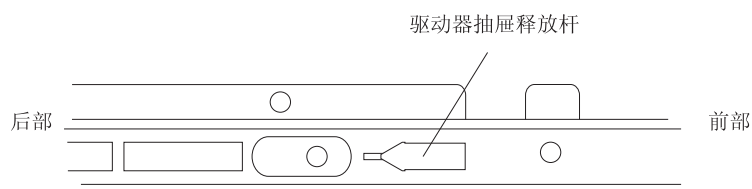

图 88. 驱动器抽屉一侧的驱动器抽屉释放杆
- 将驱动器抽屉两侧的驱动器抽屉释放杆 (请参阅图 88) 朝着您的方向滑动, 然后从机柜中卸下驱动器抽屉。